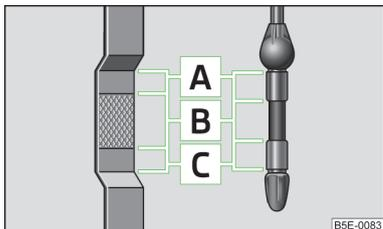

Abb. 163
- Liegt der Ölstand oberhalb des Bereichs  » Abb. 163 auf Seite 194,  nicht weiterfahren! Den Motor abstellen und die Hilfe eines Fachbetriebs in Anspruch nehmen.
Der Ölmesstab zeigt den Motorölstand an » Abb. 163.
Der Ölstand darf keinesfalls oberhalb des Bereichs **A** » Abb. 163 liegen - es besteht die Beschädigungsgefahr der Abgasanlage!